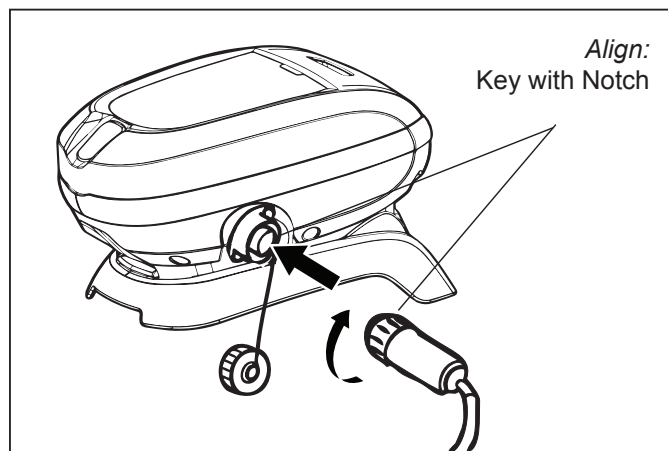

Figure 3. Conecte el cable flotante
3. Alinee la muesca del conector del cable flotante con la claveta de la unidad de control. Conéctelas y, a continuación, gire en el sentido de las agujas del reloj para ajustar (Figure 3).